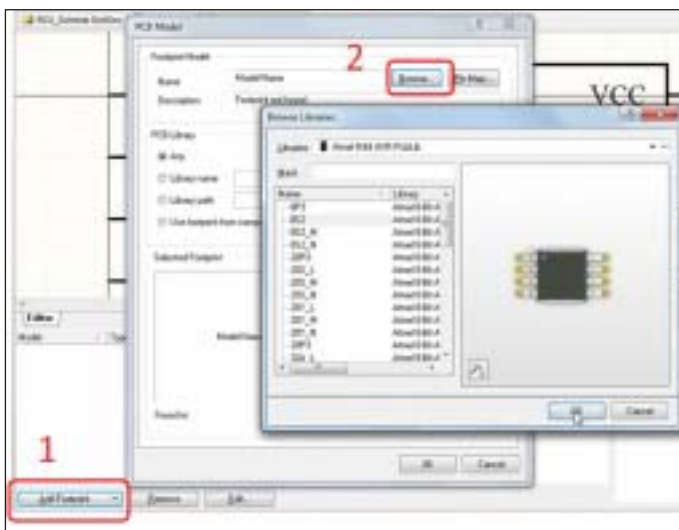

Рис. 35. Добавление посадочного места к УГО
4. В окне подключения моделей нажмите кнопку *Add Footprint* (рис. 35).